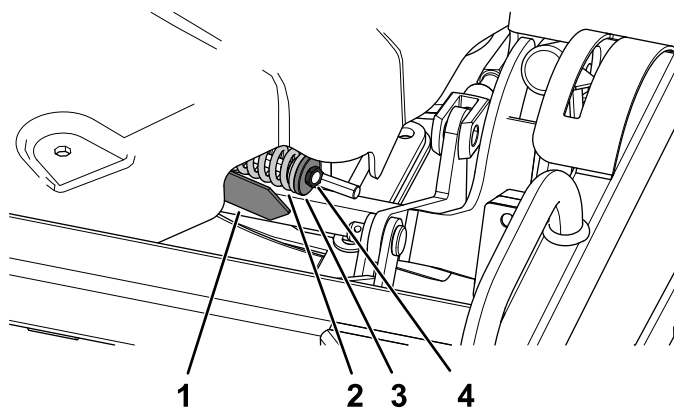

Figura 132
4. Slăbiți sau strângeți contrapiulia până când săgeata indicatorului de tensionare se aliniază cu suprafaa exterioră a aibe (Figura 132).